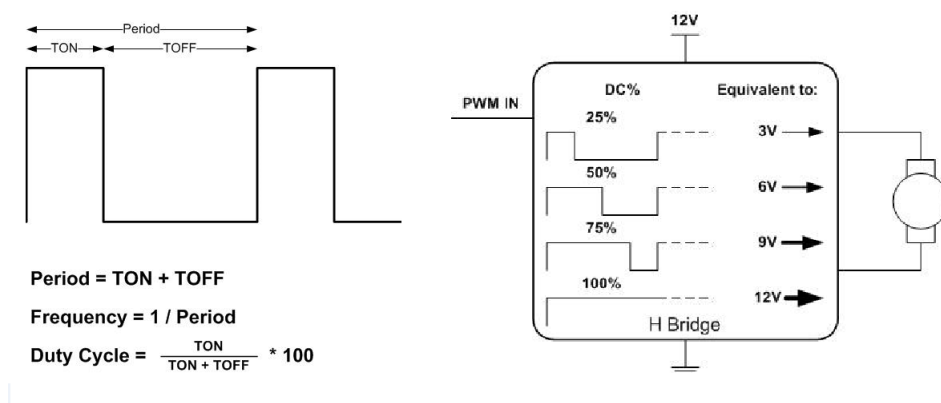

FIGURE 4.2: Principe des signaux PWM
- Il permet aussi d'enregistrer plusieurs versions d'un code, en montrant qui l'a mis en ligne, quand cela a été fait, et les différences avec la version précédente. C'est utile si on se rend compte que les modifications apportées à un code rend celui-ci inutilisable, en permettant de retélécharger un code qu'on sait fonctionnel. Sur la figure 4.2, on voit que Sero17 (c'est le pseudo de Raphaël) a modifié le fichier `ClientGUI\GUI.py` il y a dix jours.